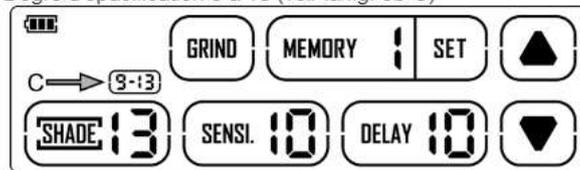

fig. 5b
**Mode soudage** – Degré d'opacification 9 à 13 (voir la fig. 5b-C)